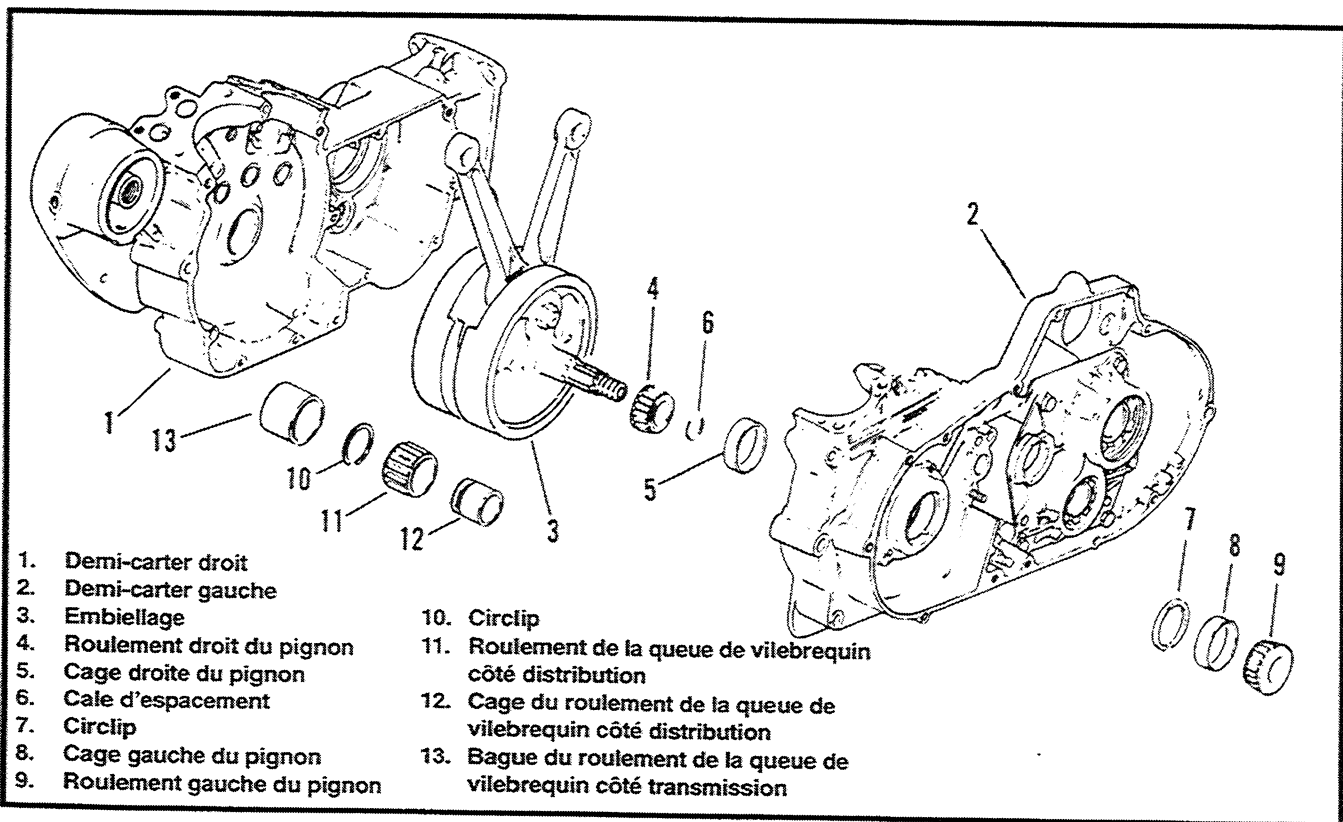
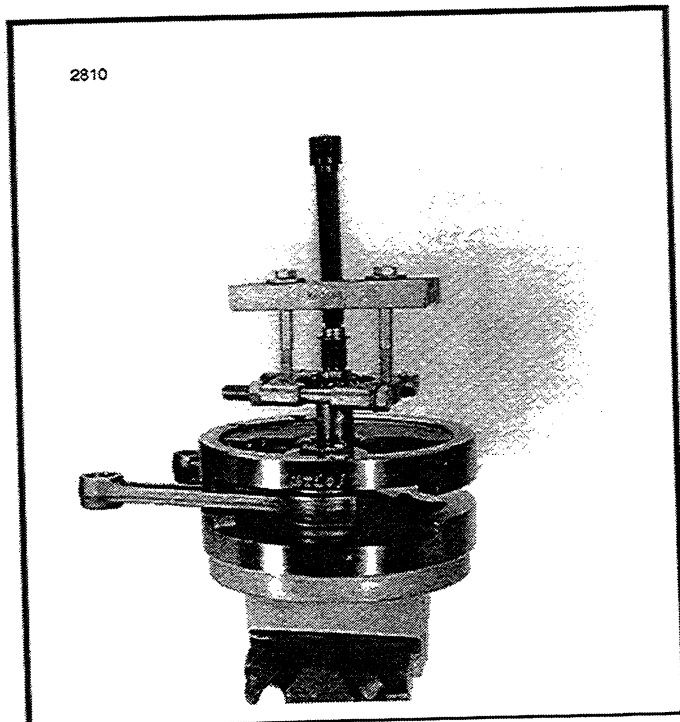

Figure 3-65. Carter moteur et embiellage
Figure 3-67. Dépose de la queue de vilebrequin gauche
4. Faites tourner la queue de vilebrequin en appuyant dessus et observez le comparateur. Puis faites-la tourner en la tirant et observez le comparateur. Si la différence (le jeu latéral) entre les lectures du comparateur n'est pas comprise entre 0.001 et 0.005 po. (0.025-0.13 mm), la cale d'espacement intérieure du roulement (6, Figure 3-65) doit être remplacée. Choisissez une cale d'espacement dans le tableau ci-dessous. Une cale d'espacement plus fine réduira le jeu, une cale d'espacement plus épaisse l'augmentera.
Voir Figure 3-65. S'il est nécessaire de déposer le roulement de la queue de vilebrequin côté transmission (11) ou de celle côté distribution (4 et 9), procéder comme suit :
10. Le roulement (11) reste sur le vilebrequin. Retirez le circlip (10) et le roulement (11) peut être glissé hors du vilebrequin.
11. Voir Figure 3-67. Retirez le roulement de la queue de vilebrequin côté transmission avec CABLE DE SERRAGE POUR EXTRACTEUR DE CRABOT (réf.-95637-46) et l'EXTRACTEUR A DEUX MACHOIRES (réf. HD-97292-61) en employant des boulons à la place des mâchoires.
Voir Figure 3-65. Ne pas retirer le circlip (7) ; le carter moteur pourrait être facilement endommagé pendant le procédé de dépose. Le retrait du circlip n'est pas nécessaire pour la dépose ou l'installation des bagues extérieures des roulements.
Voir Figure 3-65. La bague extérieure (13) est pressée dans le demi-carter droit (13). La bague intérieure (12) est pressée sur le vilebrequin.